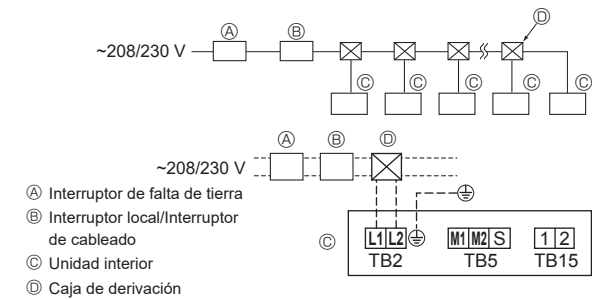

Fig. 6-2
6.3. Cableado de alimentación (Fig. 6-2)
- El interruptor local y el interruptor de cableado deben estar siempre ACTIVADOS, excepto durante la limpieza o el mantenimiento. (Cuando se utiliza el R454B) Adjunte la etiqueta del disyuntor ⑥ y explíquelo a los clientes.